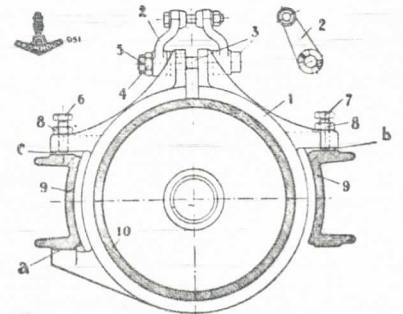

Fig. 19
84. Nastellen van de remband. Indien de remband slijt bij "achteruit", ga men te werk als volgt: Men neemt splitpen 5 (fig.19) uit bout 3, welke door de hefboomen 2 en de remband-ooren gaat, waarna men moer 4 een weinig aanzet. De remband moet zoodanig afgesteld worden, dat trommel 10 (dezelve als A in fig.2) bij loopenden motor juist vastgeklemd en tot stilstand gebracht wordt, wanneer het handel in den uitersten stand staat.
85. Nastellen der remband-arukbouten (6 en 7, fig.19) kan soms noodig zijn, bv. wanneer de contraoeren 8 dezer stelbouten losgewerkt zijn. Dit nastellen is alleen mogelijk bij stilstaanden motor en geschiedt als volgt: